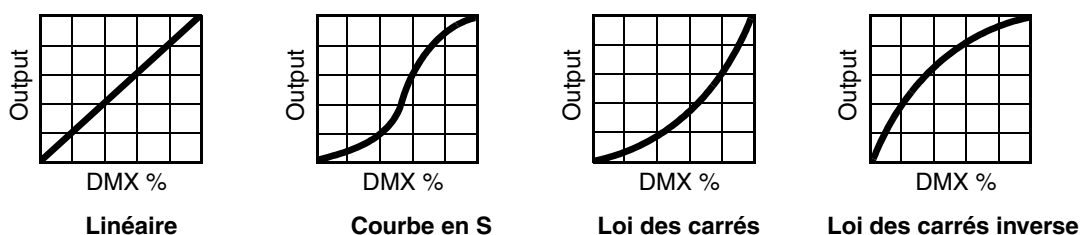

Figure 2: Courbes de gradation
- **DIMMER CURVE** fournit 4 courbes de gradation (voir Figure 2):